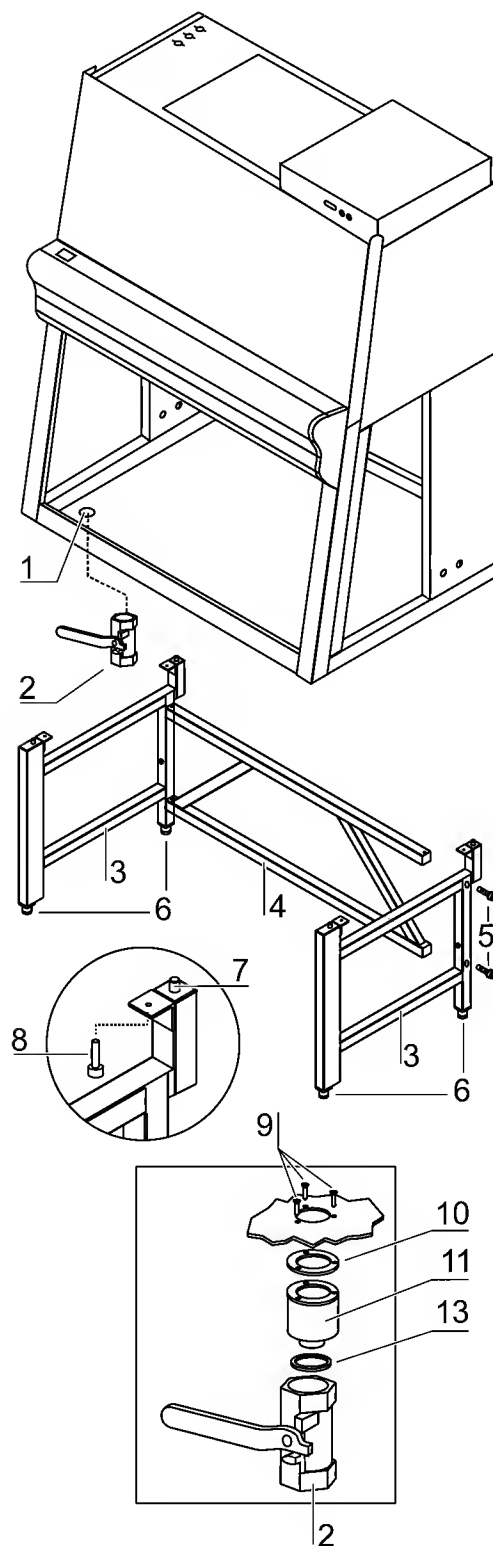

Fig. 11
1. **Fig. 11:** Avvitare le due parti laterali [3] con le viti [5] al trasversale [4].
1. **Fig. 11:** Posizionare la guarnizione [10] sul basamento [11] del rubinetto di scarico [2]. Posizionare il basamento [11] dal basso alla vasca di fondo ed avvitare alla vasca di fondo con le tre viti [9] attraverso le perforazioni.